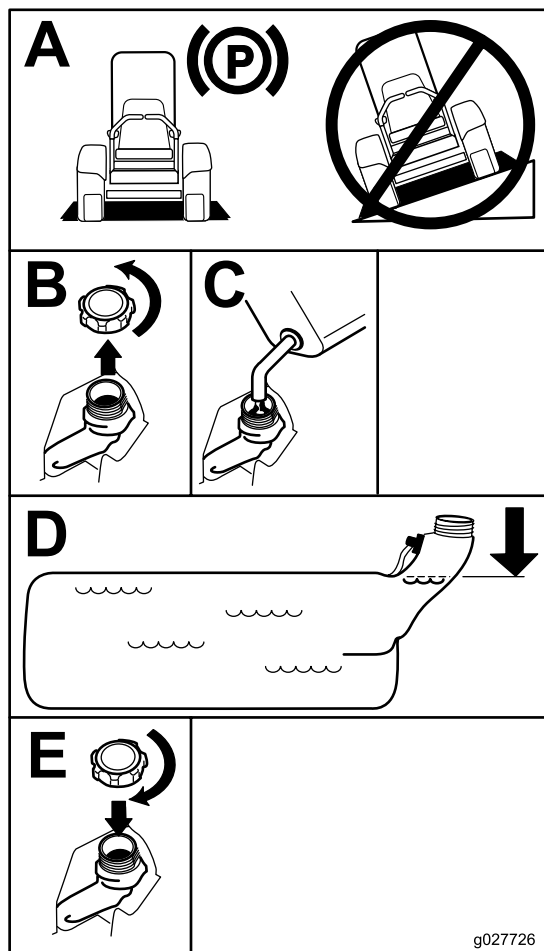

Figure 6
5. L'espace au-dessus doit rester vide pour permettre à l'essence de se dilater (Figure 6).